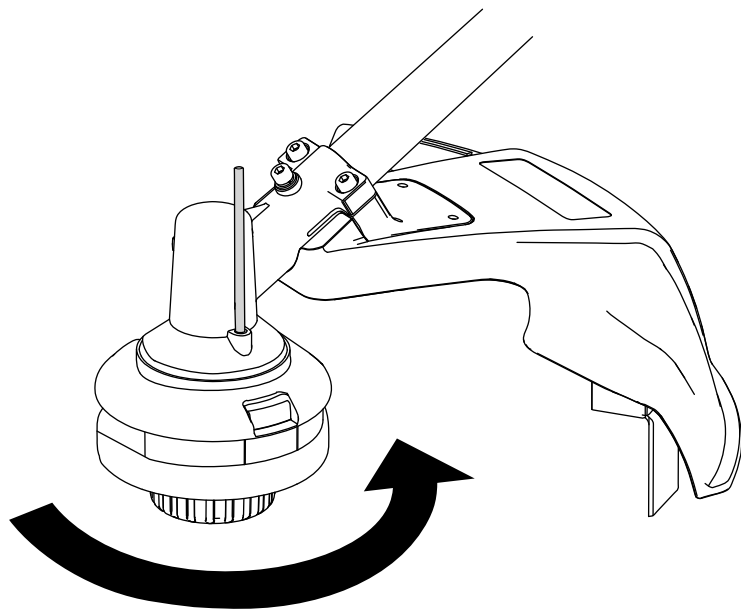

Figure 14
3. Une fois la tête de coupe fixée en place par la tige, tournez-la dans le sens antihoraire pour la retirer du montant fileté du boîtier (Figure 14).